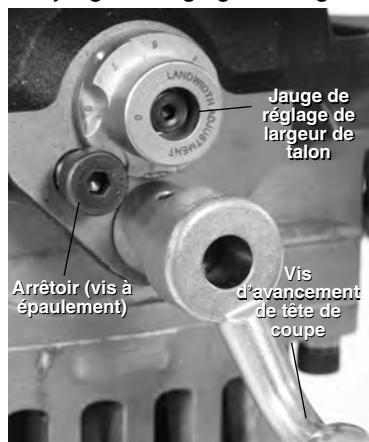

Figure 18 – Réglage de largeur de talon
6. Réglez la largeur du talon de biseautage voulue (*Figure 18*) à l'aide de la jauge de réglage de largeur de talon. Un réglage à « 0 » ne laissera aucun talon sur l'extrémité du tuyau. Chaque graduation de la jauge modifie la largeur du talon par approximativement $\frac{1}{32}$ " (0,8 mm). Graduation n° 1 ~ 0,03" (0,8 mm), graduation n° 2 ~ 0,06" (1,6 mm) etc. Alignez la graduation voulue avec la base de l'arrêteoir.
8. Tournez la vis d'avancement de la tête de coupe progressivement en sens horaire (*Figure 18*) pour entamer le biseautage jusqu'à ce que l'arrêtoir vienne à buter contre la jauge de réglage de largeur de talon. Ceci se fait sans huile de coupe ni liquide de refroidissement.